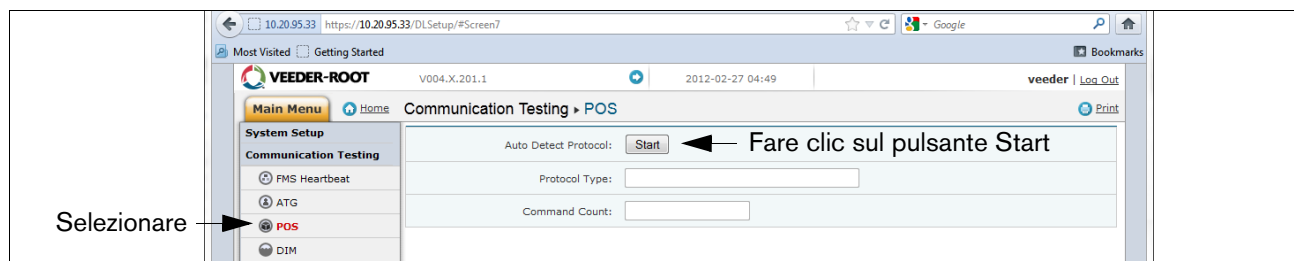

Figura A-16. Query relativa al tipo di protocollo POS
18. Fare clic su "POS" per individuare il protocollo POS. Fare clic sul pulsante "START" accanto a "Rileva protocollo automaticamente" e attendere che venga visualizzato il tipo di protocollo in Tipo protocollo (vedere l'esempio nella Figura A-16).